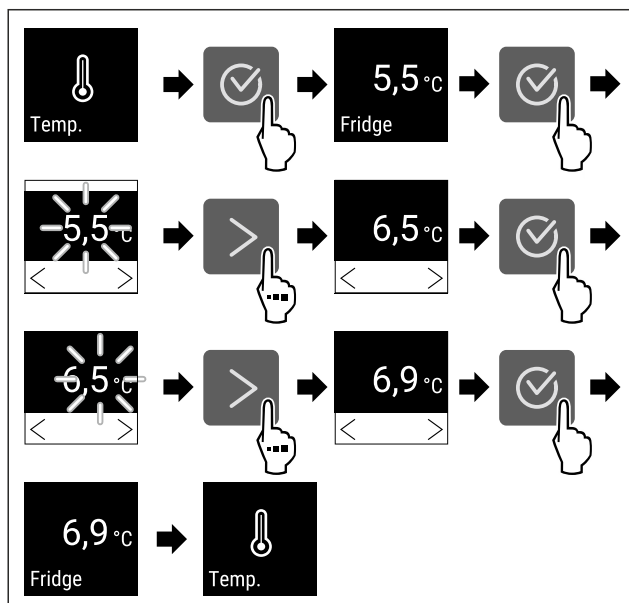

Fig. 69 Variazione di temperatura da 5,5 °C a 6,9 °C
- ▶ Eseguire i passi (vedere Fig. 69).